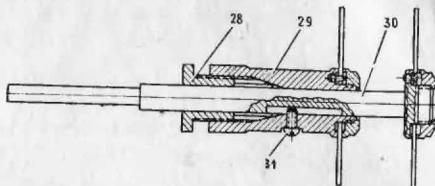

Рис. 6. Оправка с двумя параллельными дисковыми пилами:
4.14. Оправка с двумя параллельными дисковыми пилами (рис. 6) служит для выпиливания трансплантатов. Одна дисковая пила крепится на валике 30, а другая — на корпусе 29.